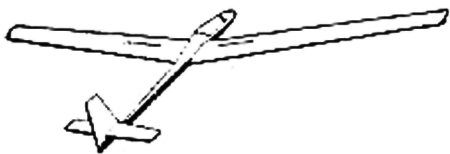

图 1-11 无线电遥控模型滑翔机
(2) 无线电遥控模型滑翔机——和牵引模型滑翔机的飞行方式一样，但它是依靠地面的无线电发射机发的信号控制模型滑翔机的姿态，如图1-11。